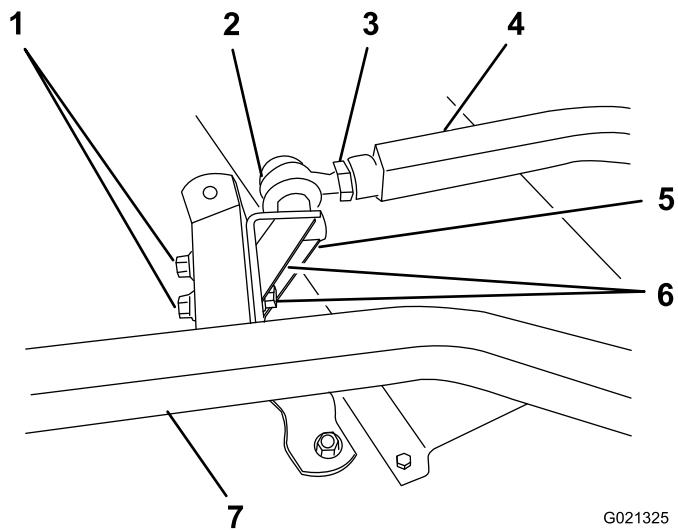

Figura 10
1. Rimovete 2 viti a testa cilindrica, rondelle piane e dadi flangiati che fissano il supporto del giunto sferico sinistro al braccio della ruota orientabile sinistra (Figura 10). Togliete il supporto del giunto sferico e la staffa della catena.